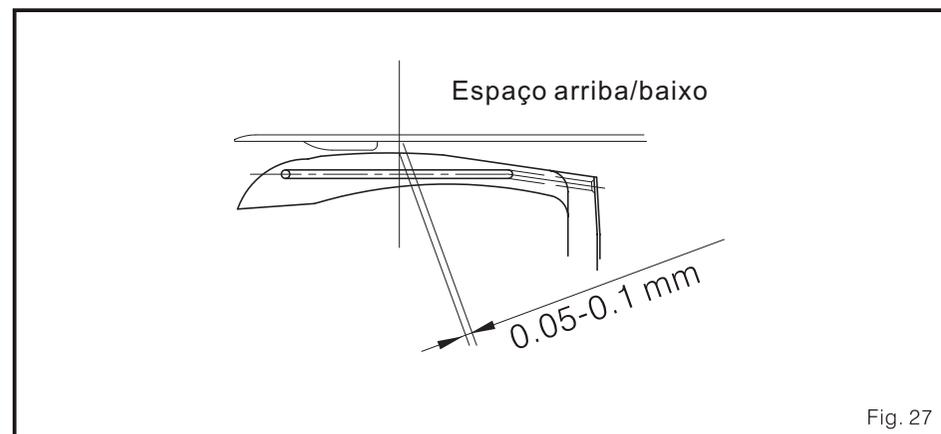

Fig. 27
- (3) O espaço do refilador inferior até a parte superior do looper deve ser 0.05-0.1mm deve (Fig. 27)